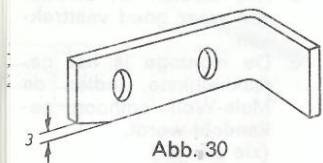

Abb. 30
3. Wird die Gegenschneide Abb. 30, nachgeschliffen, so muß unbedingt der Ansliff (3 mm) erhalten bleiben.
3. If the counterblade (Fig. 30) is reground, the bevel (3mm) must be maintained in order to prevent blades chattering.
3. Lors de l'affutage de la contre-lame (fig. 30), ne pas manquer de conserver le chanfrein d'entrée (3 mm). Ce chanfrein interdit l'accrochage des couteaux.
3. Indien de tegensnede afb. 30 geslepen wordt, dient men in ieder geval op de schuin aangeslepen kant van 3 mm te letten. Hierdoor wordt vermeden, dat de messen aanstoten.